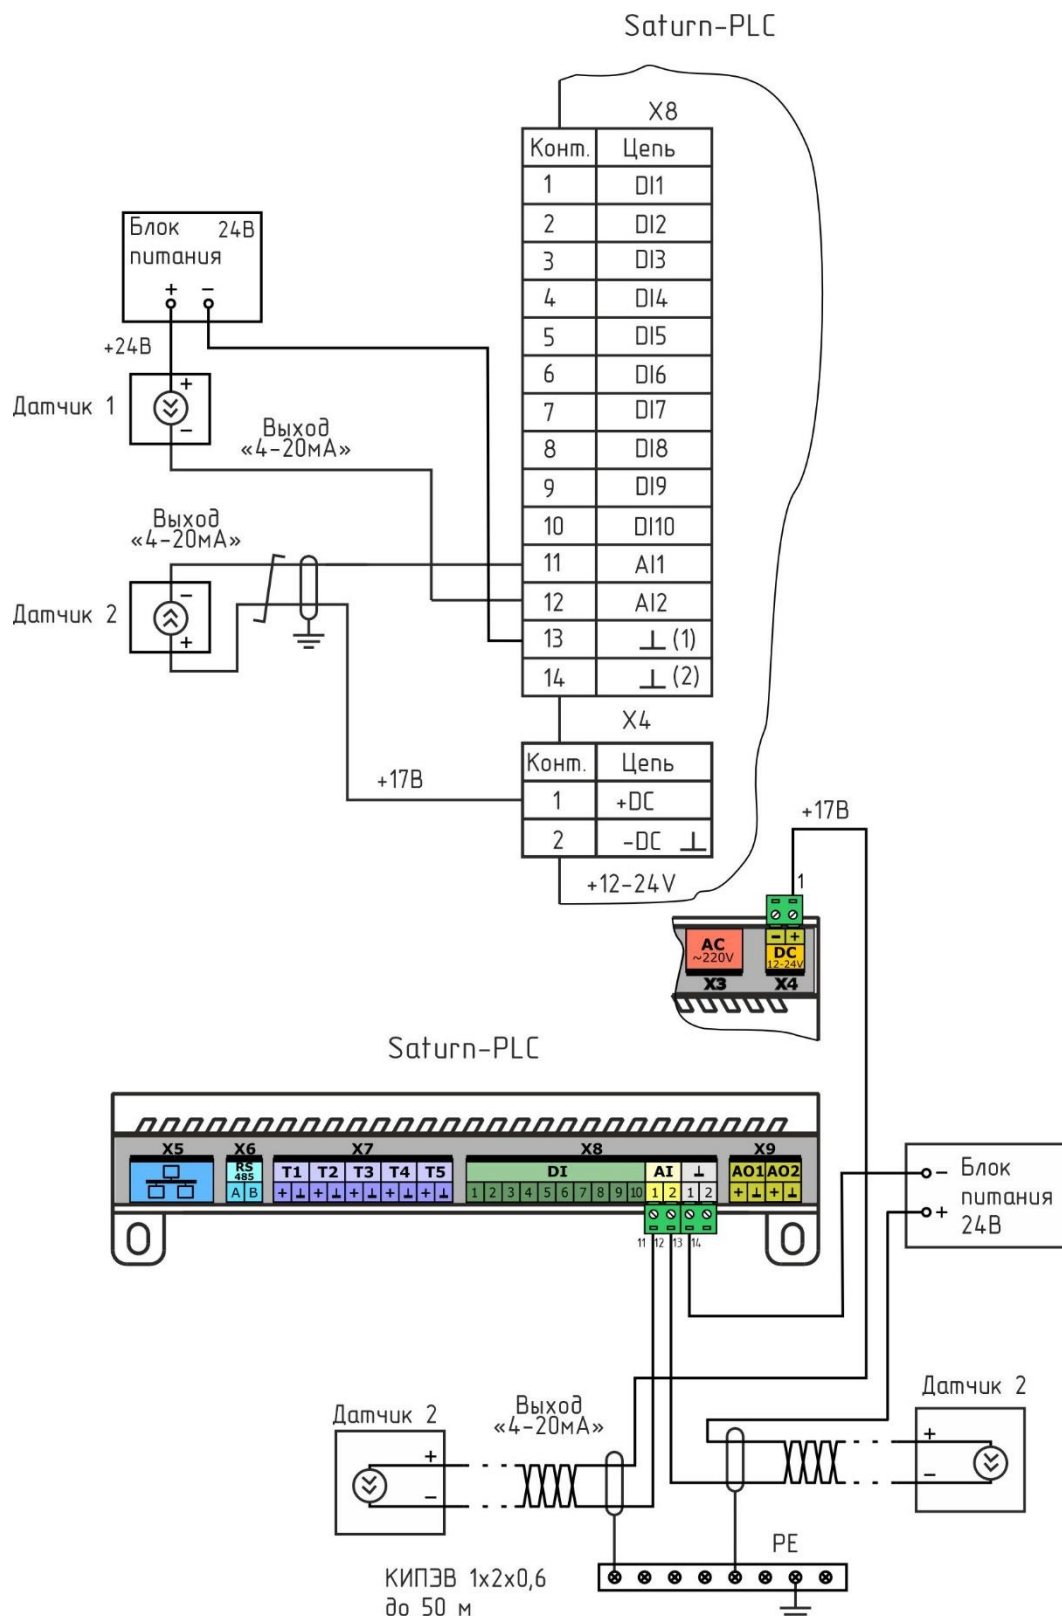

Рисунок 6 – Подключение датчиков с выходом (4-20) мА ко входам AI1-AI2
12. Контроллер позволяет подключать до 2 шт. датчиков с токовым выходом, формирующим постоянный ток в диапазоне (0-20) мА или (4 -20) мА, например, датчики давления или температуры. Датчики «0-20 мА» подключаются к ответной части клеммного соединителя разъема X8 «под винт» (рисунок 6).